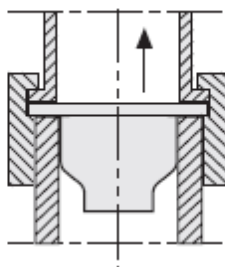

Bild 3; installation av backventil i inloppsroret för kallvatten beroende på version.
- Installera bifogad backventil i rör för inkommande kallvatten (se Bild 3).